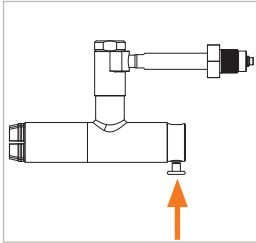

Abbildung 6
- ▶ Drücken Sie den Ventilknopf (Pos. 4) (*Abbildung 6*). Die Spannzangen öffnen sich.